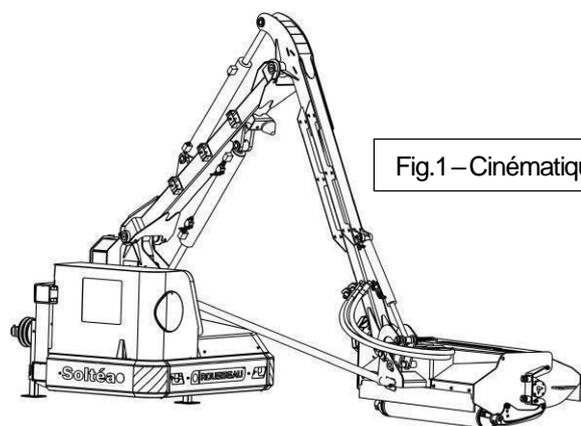

Fig.1 – Cinématique P
- Les éléments de blocage des bras (cf § livraison des matériels) doivent être installés pour garantir la stabilité lors du stockage de la machine seule, voir figures 1, 2 et 3 ci-dessous.